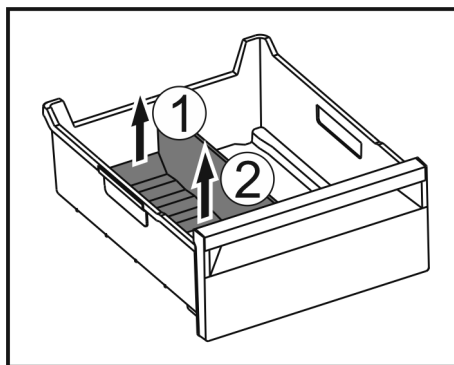

Fig. 106
- ▶ Zvedněte zadní část přepážky přihrádky na led. Fig. 106 (1)
- ▶ Přepážku přihrádky na led vyjměte nahoru. Fig. 106 (2)